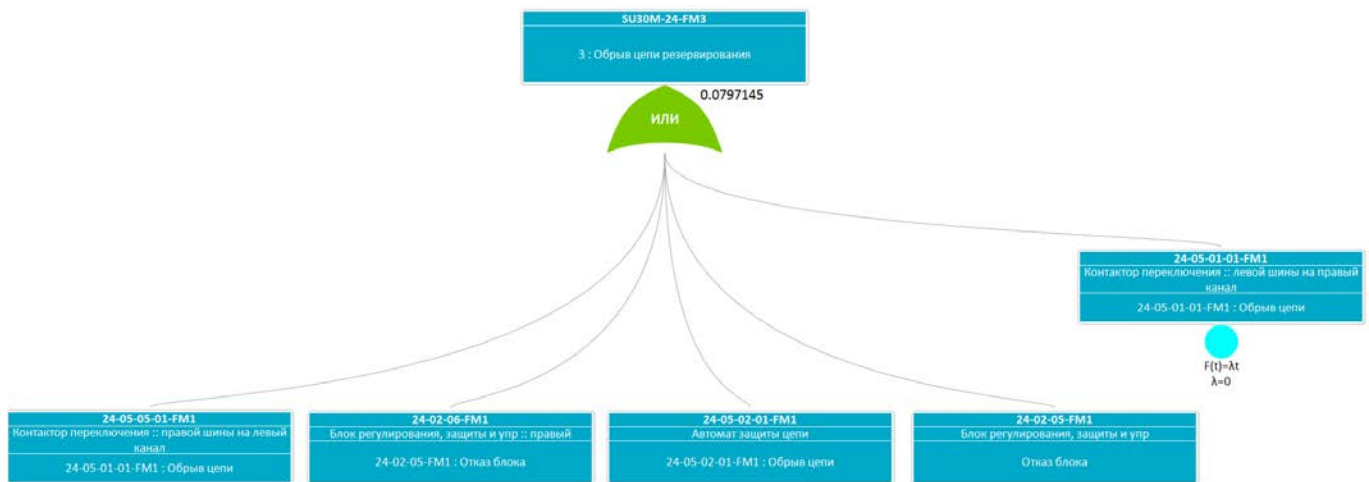

Рис. 10-347 – Пример дерева отказов, включающего виды отказов и логический оператор
В открывшемся связанном окне «Логистическая структура» для АО выбрать отказывающий элемент (3) и нажать кнопку «Указать отказывающий элемент для вида отказа» панели «Правка» (рис. 10-347).